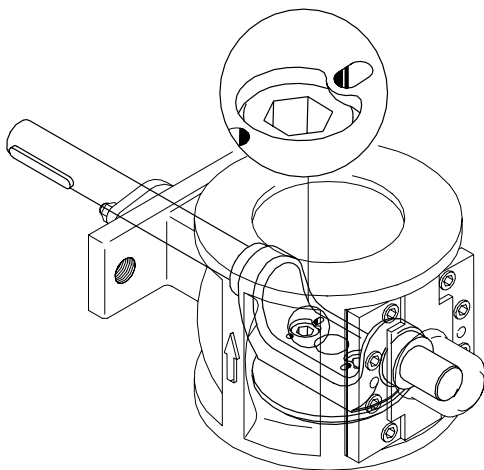

Fig.6-13.1 Montagem DN 40-250
2. **DN 40-250:** Travar os parafusos com uma punção central no lado de trás do dispositivo do eixo. É recomendado usar as marcas de centragem existentes no lado de trás para isto (→ Fig.6-13.1).
2. **DN 40-250:** Travar os parafusos com uma punção central no lado de trás do dispositivo do eixo. É recomendado usar as marcas de centragem existentes no lado de trás para isto (→ Fig.6-13.1)